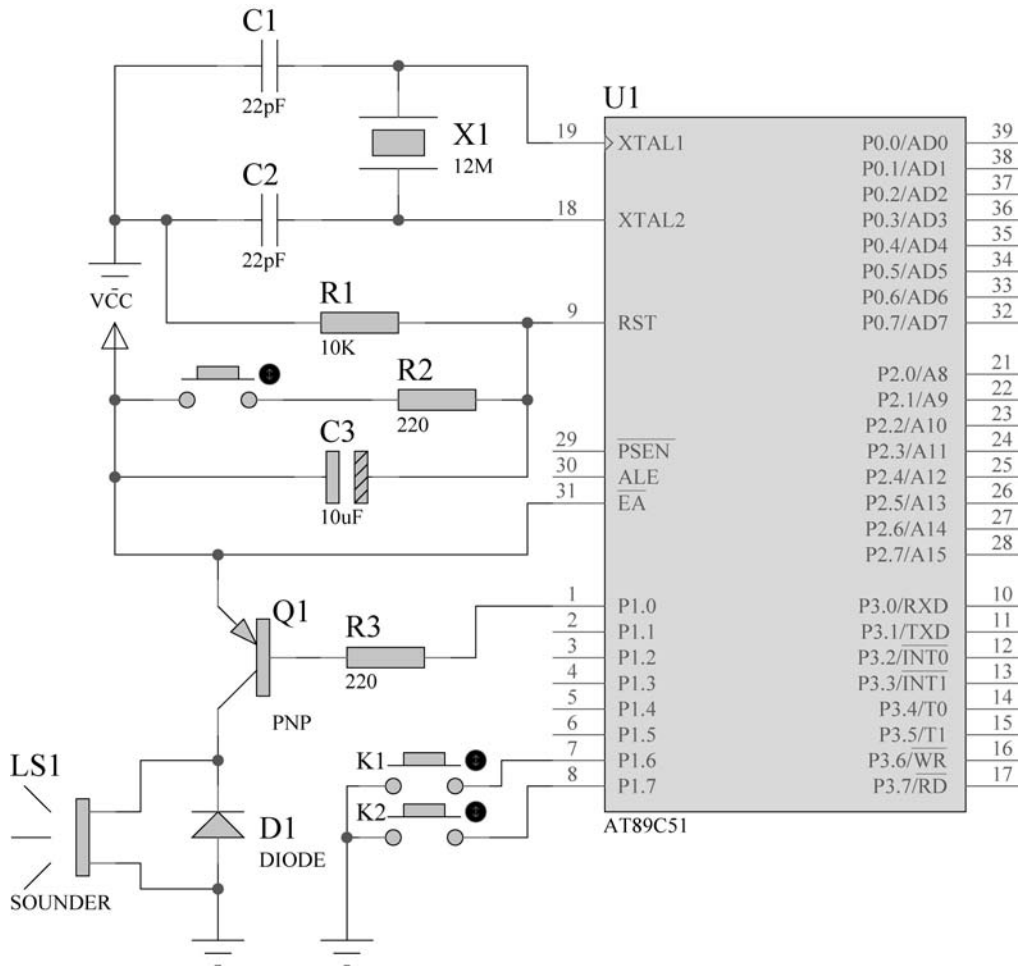

图 5-13 蜂鸣器仿真电路
例 5-4 无源蜂鸣器驱动电路图如图 5-13 所示。编程实现以下功能:①K1、K2 分别按下时蜂鸣器按不同的频率发声;②循环播放一段生日快乐歌。